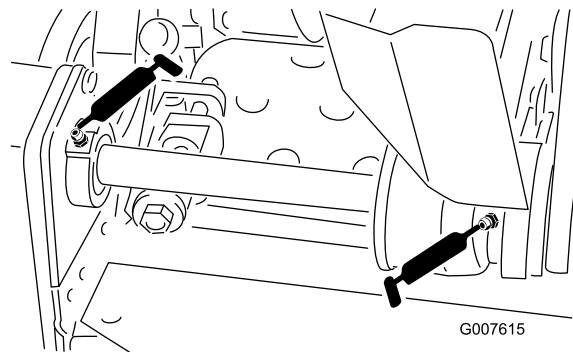

Figure 16
- 2 sur les roulements de l'arbre intermédiaire du cylindre (Figure 16)